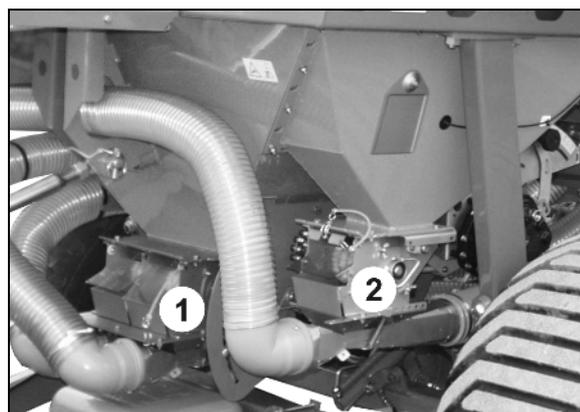

Fig. 22
- Two seed dosing units for **DMC 602** (Fig. 22/1)
- A fertiliser dosing unit, optional (Fig. 22/2)